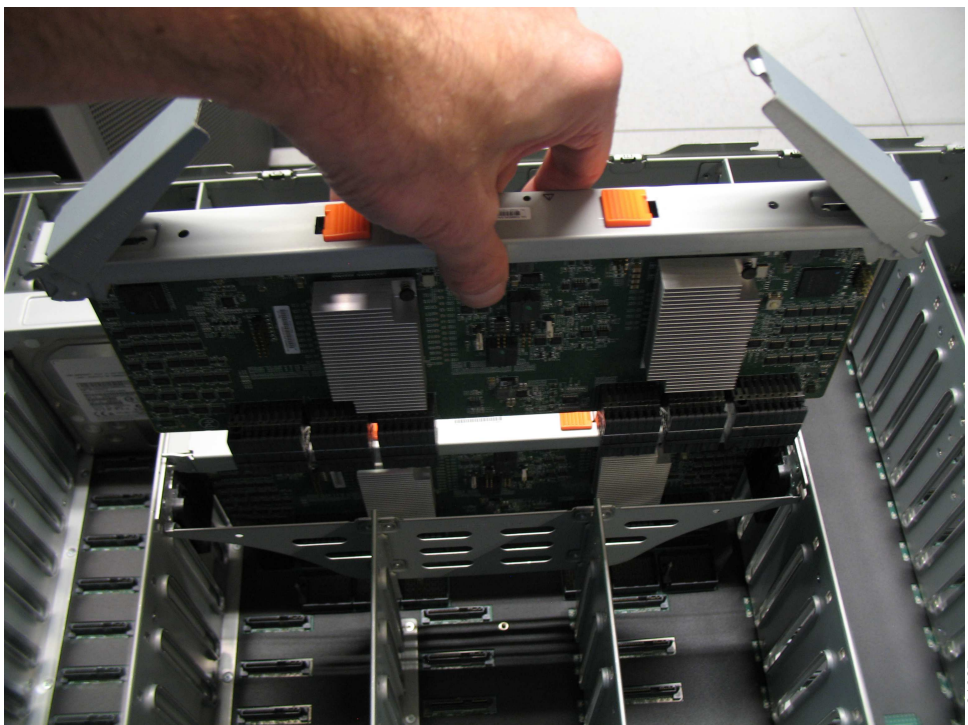

Figura 115. Extraer el módulo expansor secundario
4. Saque el módulo expansor secundario con cuidado del alojamiento, como se muestra en Figura 115 en la página 125.